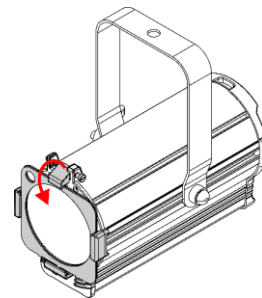

Fig. 12
- 04) Inserire il **telaio per gelatina (02)** verso il basso per rilasciare la **vite caricata a molla (01)** (cfr. Fig. 12). Il telaio per gelatina verrà bloccato in posizione.